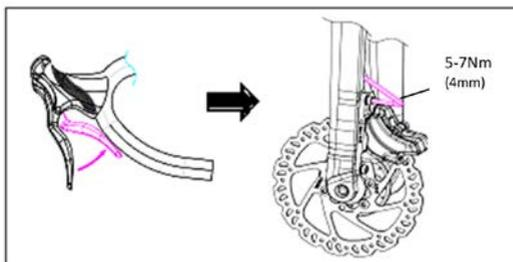

Figura G-2 Tirar de la maneta y apretar la pinza hasta un par de apriete de 5-7 Nm
- Para alinear la pinza, acople de forma segura la rueda conforme al manual del propietario de la bicicleta, tire de la maneta del freno y sostenga para que la pinza se autoalinee en el rotor mientras aprieta los tornillos de montaje de dicha pinza con un par de apriete de 5-7 Nm **(figura G-2)**.